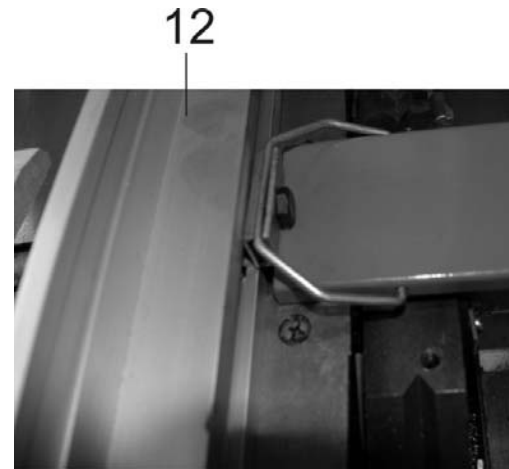

Рис. 11
8.3.1. Перед установкой фрезерной головки (39), насадной фрезы (не комплектуется) или фрезерного патрона (44) необходимо снять защитный стакан (37), Рис.11,14.